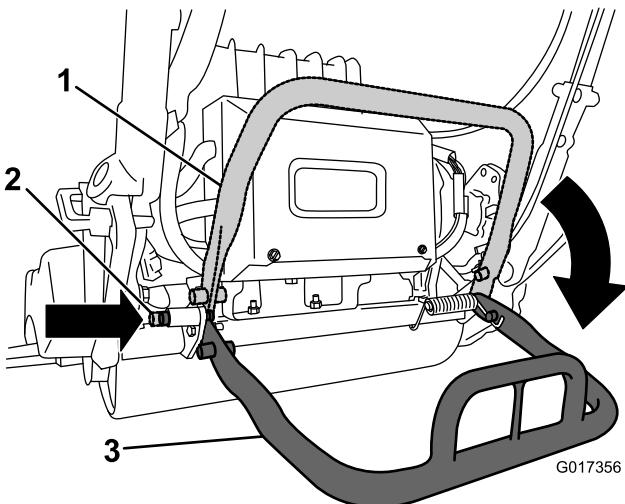

Figura 8
2. Baje el caballete e introduzca el pasador de bloqueo para bloquear el caballete en la posición de mantenimiento (Figura 8).